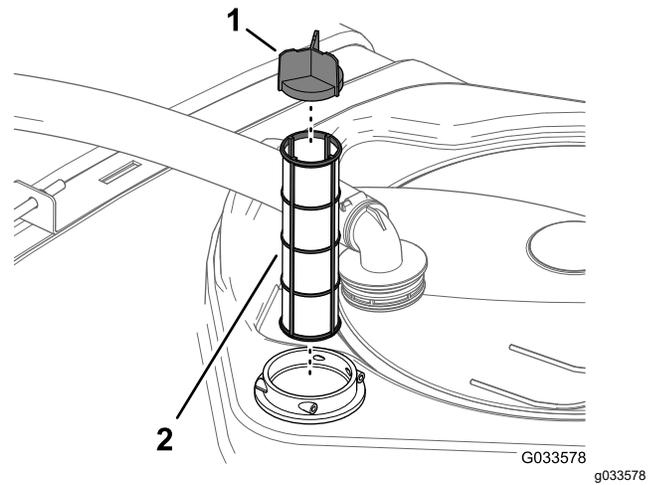

Figure 105
4. Sortez le filtre d'aspiration existant de son logement dans le réservoir (Figure 105).